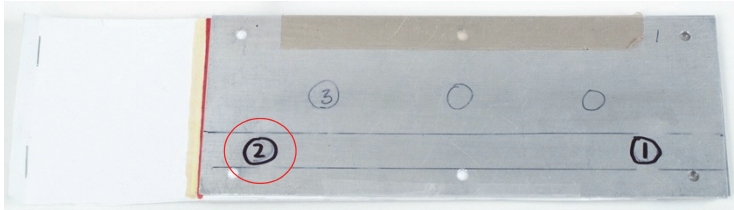

Figura 5-102 Posição 2 no padrão
- Coloque a sonda na posição 2 (veja Figura 5-102 na página 204) e, em seguida, pressione a tecla FREEZE (❄).